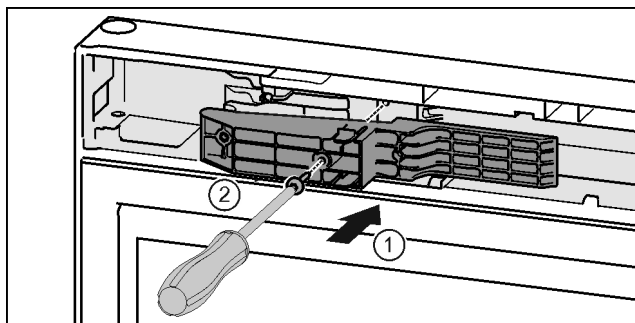

Fig. 47*
- ▶ Prilagodilnik na strani z ročajem vstavite v odprtino.* Fig. 47 (1)
- ▶ Trdno privijte vijake z izvijačem T15.* Fig. 47 (2)